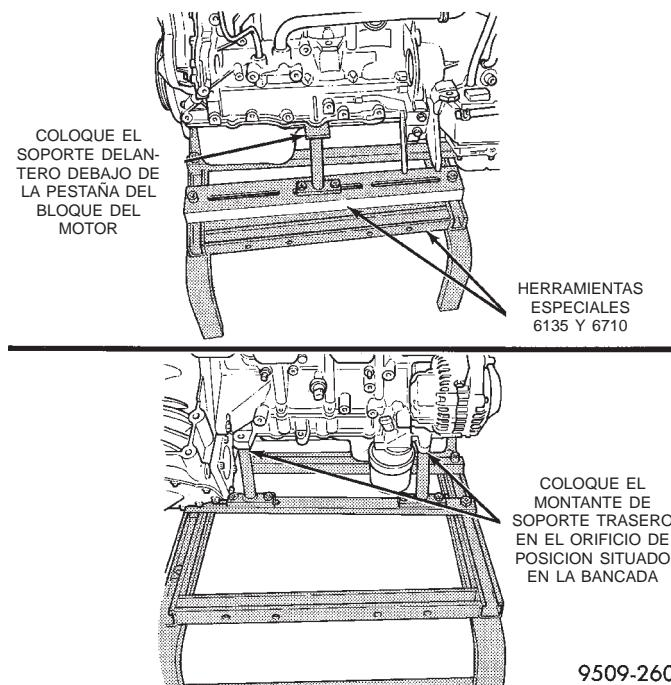

Fig. 16 Emplazamiento de los soportes de montantes del armazón del motor
(22) Eleve el vehículo lo suficiente como para permitir la instalación de la plataforma rodante y el armazón, Herramientas especiales 6135 y 6710, debajo del vehículo.
(23) Afloje los montantes de soporte del motor para permitir el movimiento necesario para el emplazamiento en los orificios de posición y la pestaña sobre la bancada del motor. Baje el vehículo y emplace el armazón de modo que el motor se apoye sobre los montantes de soporte (Fig. 16). Apriete los soportes en el bastidor del armazón. Esto evitará que los montantes de soporte se muevan cuando retire o instale el motor y la transmisión.
(24) Instale correas de seguridad alrededor del motor para asegurarlo al armazón; ate y ciérrelas en esa posición.
(25) Eleve lo suficiente el vehículo de modo que pueda ver si las correas están bien ajustadas y sostienen el conjunto del armazón con el motor.
(26) Baje el vehículo de modo que el peso del motor y la transmisión SOLO se deposite en el conjunto del armazón.
(27) Retire los pernos pasantes del soporte del motor y de la transmisión.
(28) Eleve lentamente el vehículo. Tal vez sea necesario mover el conjunto de motor/transmisión sobre el armazón, para permitir el desmontaje alrededor de las pestañas de la carrocería.